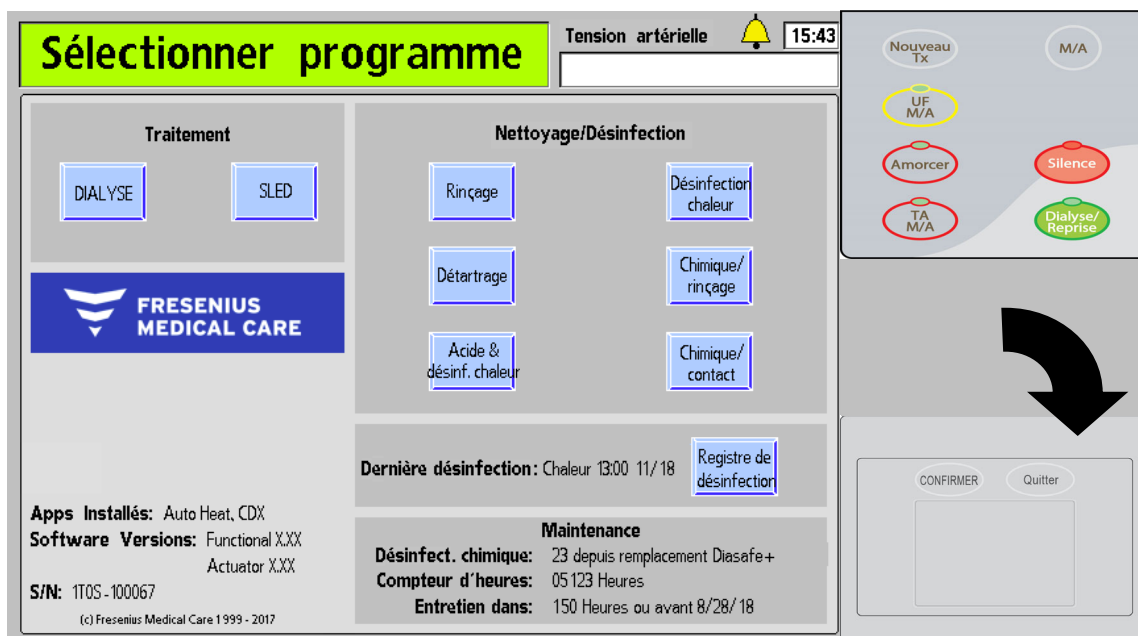

Figure 22 – Écran « Sélectionner programme » (version fonctionnelle de logiciel 2.81 ou ultérieure) et pavé tactile
Remarque : L'écran « Sélectionner programme » affiche toutes les applications logicielles supplémentaires (Appl) qui sont installées sur l'appareil d'hémodialyse 2008T (reportez-vous à la Figure 22 pour obtenir un exemple).
1. Appuyez sur la touche **M/A** du panneau de commande. Le moniteur affiche l'écran « Sélectionner programme » (reportez-vous à la Figure 22) au bout d'une minute environ.